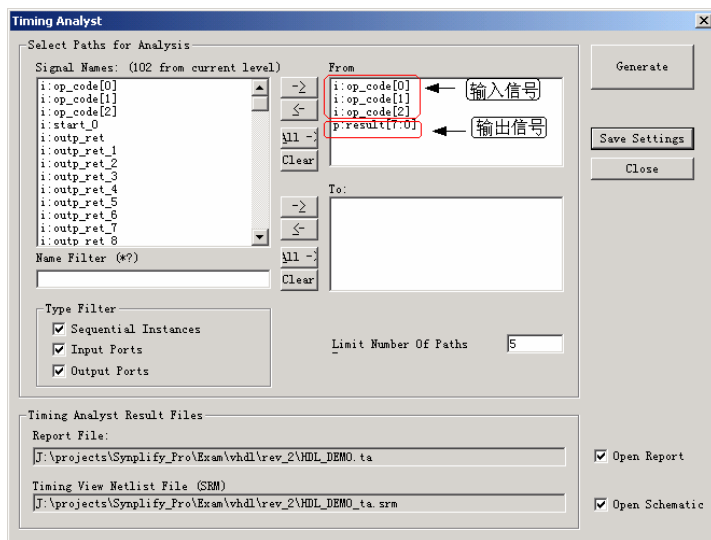

图4-52 在 Timing Analyst 中添加路径的起点和终点
1. 打开前面创建的工程“ALU_Syn_demo”，启动结构视图，单击按钮，启动 Timing Analyst。如果需要分析从输入控制信号“op_code”到输出“result”之间的路径时序，则添加路径的起点和终点，如图 4-52 所示。